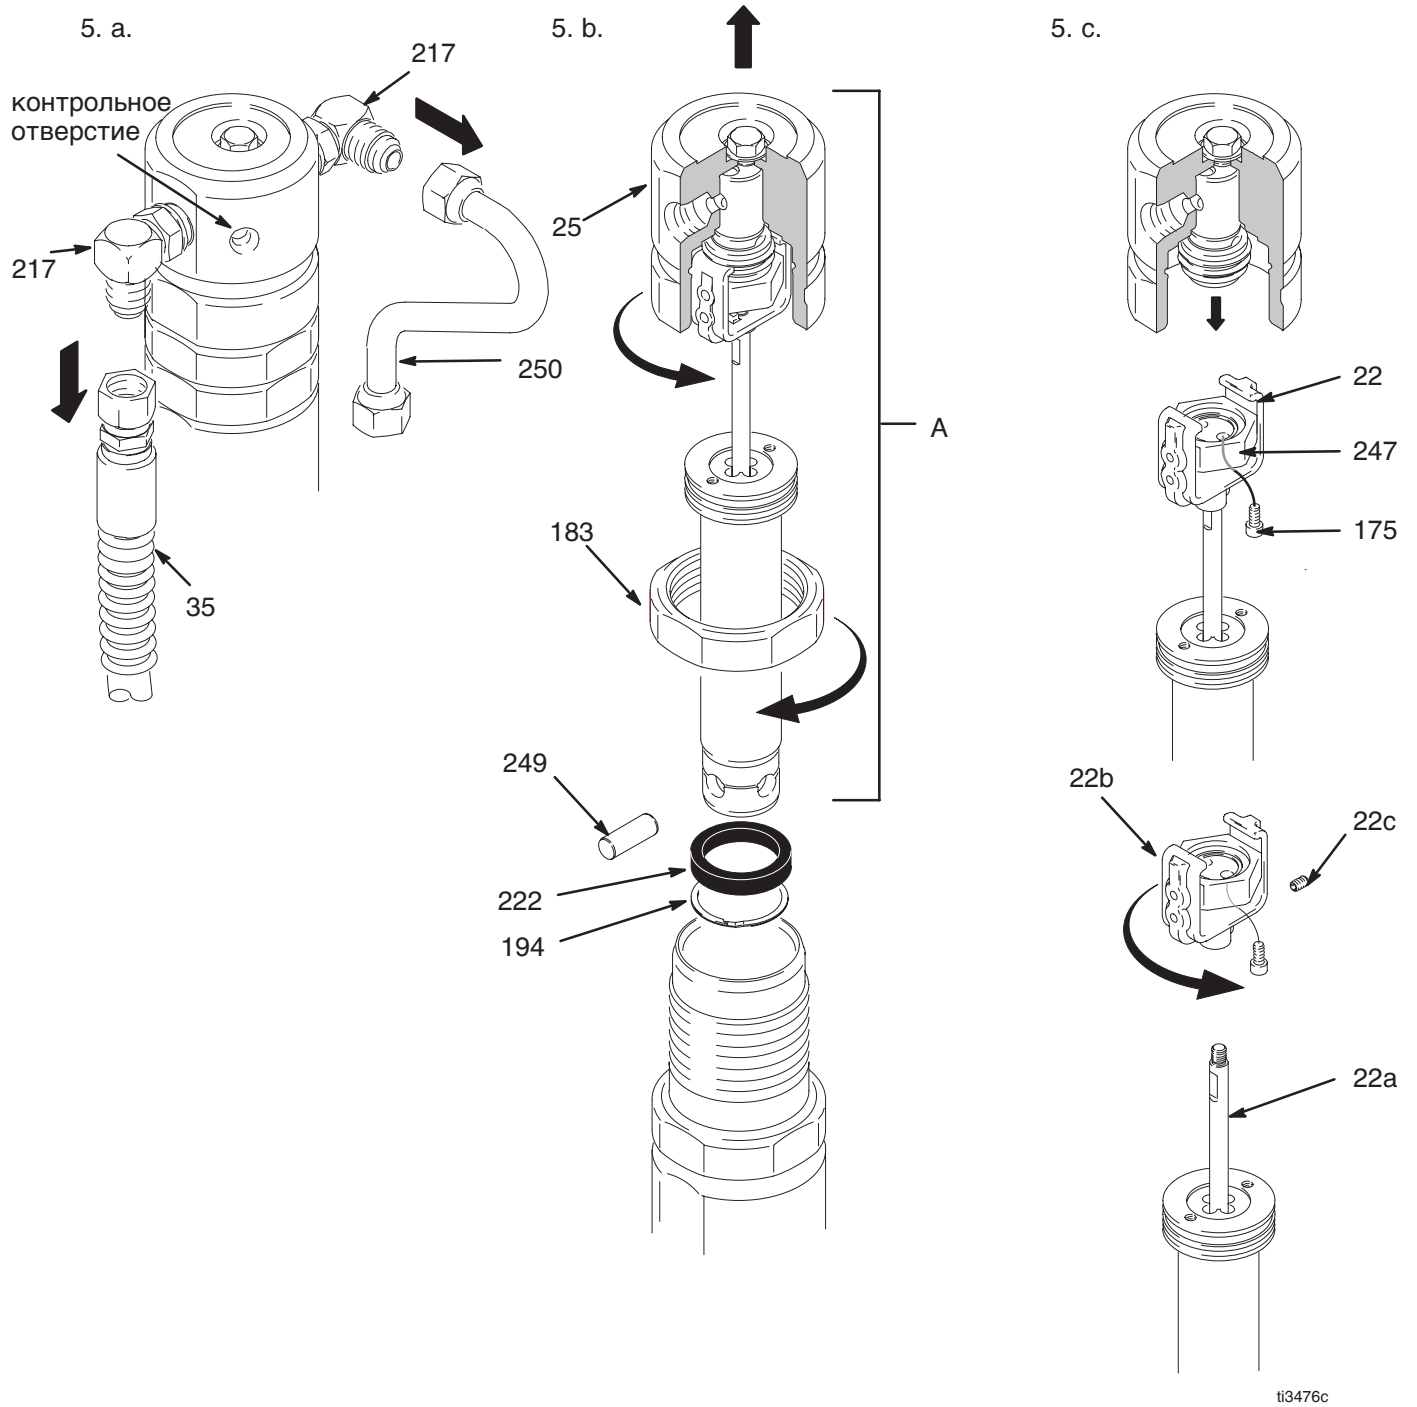

Рис. 7
3. См. Рис. 7. Сдвиньте прижимной зажим (194) и кольцо магнита (222) вниз, чтобы их снять. Выньте штифт для насоса (249).
4. Отсоедините гидравлические линии (35, 250) от патрубков (217) в верхней части левой и правой стороны гидравлического мотора.
5. Отпустите затяжку контргайки (183).
6. Скрутите и снимите колпачок гидравлического мотора (25).
8. Снятие обоймы (22).
- b. Воспользуйтесь укороченным универсальным гаечным ключом для выкручивания двух винтов (175) из держателя пружины (247). Выньте обойму, держатель пружины, поршень и узел отцепляющего штока из колпачка гидравлического мотора.
- b. См. Рис. 7. Уложите колпачок гидравлического мотора (25) в настольные тиски.
- c. Установите обойму, держатель пружины, узлы поршневого и отцепляющего штока в колпачок гидравлического мотора. Воспользуйтесь укороченным универсальным гаечным ключом для вкручивания двух винтов (175) в держатель пружины для фиксирования узла поршневого штока в колпачке гидравлического мотора.
3. Вкручивайте колпачок гидравлического мотора (25) до тех пор, пока колпачок не будет находиться на самом низком уровне. Выкручивайте колпачок гидравлического мотора до тех пор, пока впускное и выпускное отверстия не совместятся с патрубками гидравлических линий, а контрольное отверстие в колпачке гидравлического мотора не будет направлено в сторону кожуха ремня (24).
4. Притяните контргайку (183) к колпачку гидравлического мотора (25) с моментом затяжки в 17 Нм.
5. Подсоедините гидравлические линии (35, 250) к патрубкам (217) в верхней части левой и правой стороны гидравлического мотора согласно процедуре, описанной на стр. 6; затяните с усилием в 54,2 Нм.
6. Медленно потяните за стартовый трос для совмещения отверстий для штифтов гидравлического мотора и поршневого насоса (21). Соедините с помощью штифта насоса (249); установите кольцо магнита (222) и прижимной зажим (194), стр. 23.